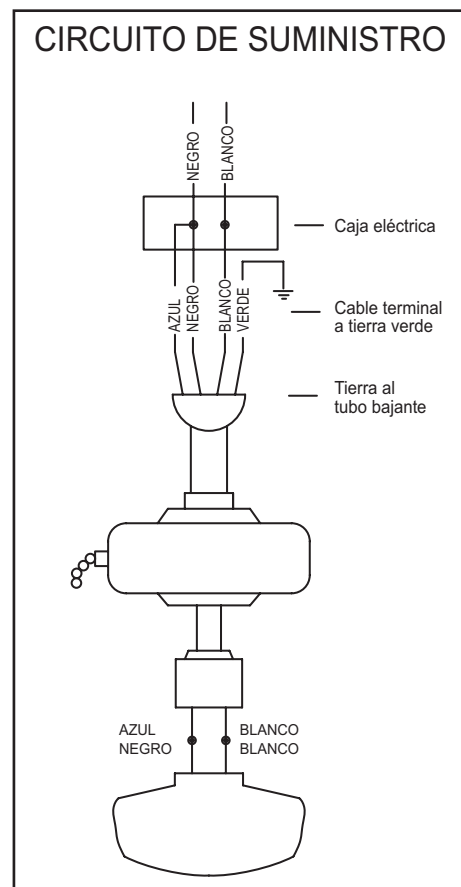

Figura 12
2. Conecta el cable de suministro (azul) de la luz del ventilador y el cable de suministro (negro) del ventilador al cable de suministro negro del circuito doméstico como se muestra en la Figura 12.